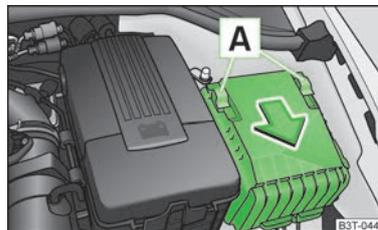

Abb. 185
- Die Abdeckung des Sicherungskastens wird abgenommen, indem die Sicherungsbügel **A** » Abb. 185 bis zum Anschlag nach vorn verschoben werden. Hinter dem Bügel wird das Symbol sichtbar. Die Abdeckung jetzt abnehmen.